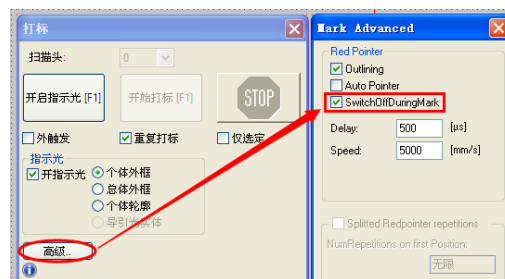

图 23
3) 打开“打标”窗口, 点击“高级”, 勾选“SwitchOffDuringMark”, 使得打标过程中会关闭红光, 否则可能导致红光或激光异常。如图 23